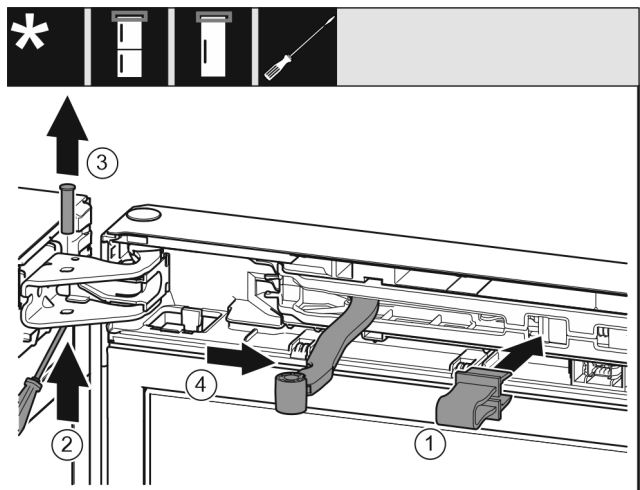

Fig. 8
- ▶ Zakvačite osigurač u otvor. Fig. 8 (1)
- ▶ Odvijačem gurnite van svornjake. Fig. 8 (2)
- ▶ Skinite svornjake prema gore. Fig. 8 (3)
- ▶ Okrenite zglob u smjeru vrata. Fig. 8 (4)